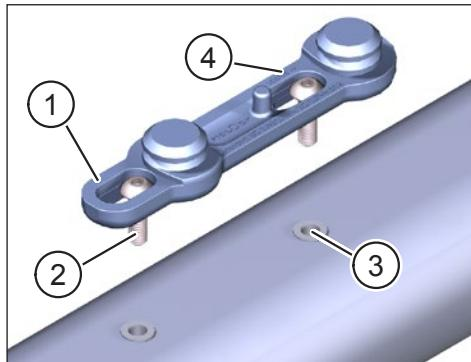

Fig. 1: Fissare la base per bicicletta FIDLOCK® alla e-bike
- ▶ Fissate la FIDLOCK® Bike Base (Pos. 1 in Fig. 1) con le due viti a testa (Pos. 2 in Fig. 1) nei fori previsti a tale scopo (Pos. 3 in Fig. 1, seguite le indicazioni del produttore della bicicletta) nel telaio della e-bike.